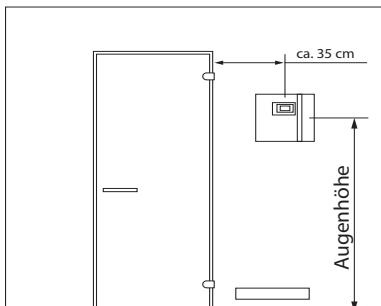

Abb. 2
1. Die Bohrungen Ø 3 mm für die mitgelieferten Holzschauben 4 x 20 mm werden entsprechend den in Abb. 2 + 3 angegebenen Maßen angebracht.